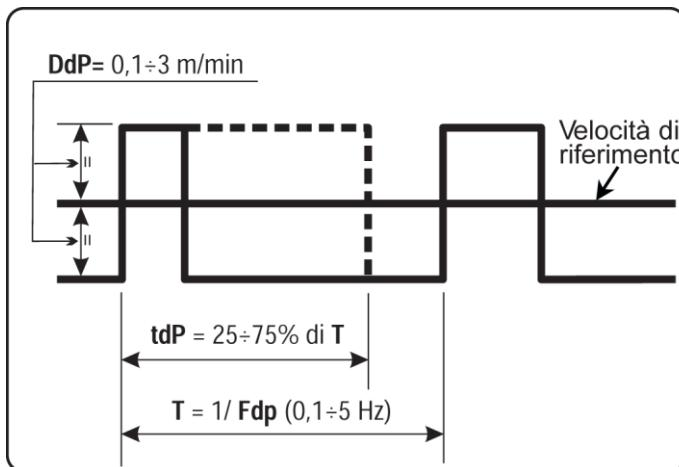

fig. 7
- **tdP** en el display **O** (duración de la velocidad del hilo más alta, es decir de la corriente mayor, expresada en porcentaje del tiempo recabado por la frecuencia **Fdp** (fig. 7)); con manecilla **Q** seleccionar el porcentaje visible en el display **P**. Campo de regulación: 25 ÷ 75%, default 50;